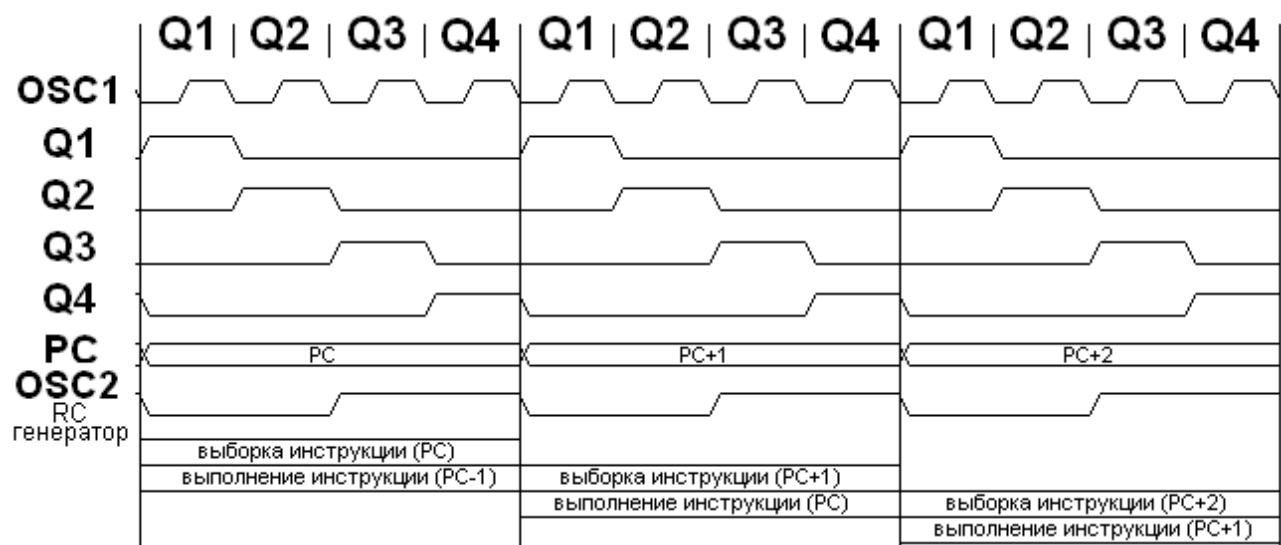

Рис. 4 Синхронизация выполнения команды
Выход тактового сигнала разделяется на 4 непересекающихся квадратурных тактовых сигнала, именуемых Q1, Q2, Q3, Q4. Программный счетчик (PC) увеличивается в такте Q1, а выборка команды из программной памяти и сохранение ее в регистре команд происходит по синхросигналу Q4. Команда декодируется и выполняется в течение циклов Q1-Q4. Тактовые сигналы и выполнение команд показано на Рис. 4.